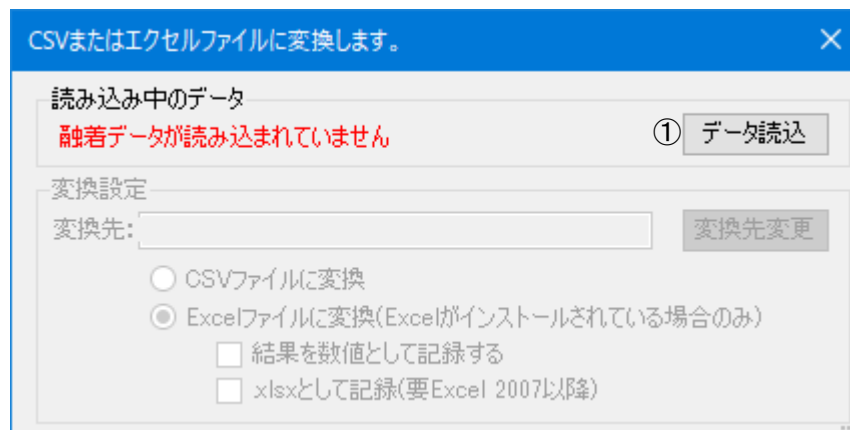

図 28 データ変換画面①（PC に融着データがない場合）
PC に読み込んだデータファイル(.dat)を汎用 CSV ファイルまたはエクセルファイル（Microsoft Excel がインストールされている場合のみ）に変換する画面です。読み込まれているデータが存在しない場合は7-1. データ変換画面①\(図 28\)が、既にデータが読み込まれている場合には7-2. データ変換画面②\(図 29\)が表示されます。